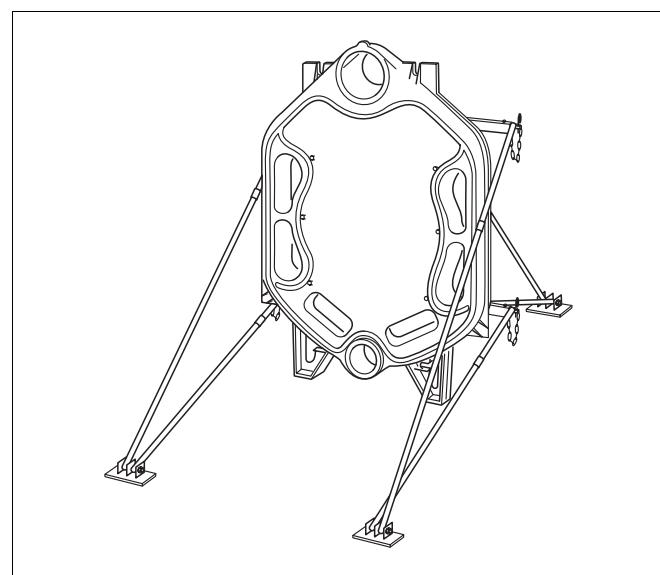

Рис. 6 Задняя секция с установленным на ней монтажным устройством
Для надежного крепления секций котла Будерус предлагает монтажное устройство (дополнительная комплектация), которое привинчивается к задней секции котла и препятствует опрокидыванию устанавливаемых секций (рис. 6).
- Установить заднюю секцию и при помощи монтажного устройства закрепить ее от опрокидывания (см. рис. 6 и специальную инструкцию по пользованию этим монтажным устройством).